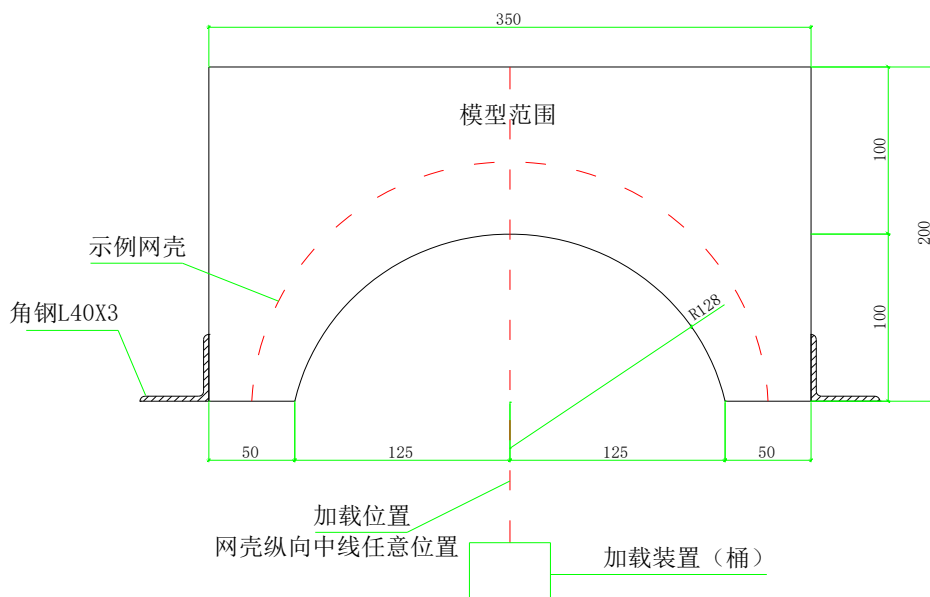

图 1 结构立面示意图（尺寸单位:mm）
2. 用所发的木杆和 AB 胶设计、制作一个轮廓在图 1 所示黑色实线表示的模型范围内的单层网格状承重结构，净跨度(即模型横向) $250\text{mm} \leq L \leq 350\text{mm}$ ；模型任何一端的支座范围不得超过 50mm，并搁置于组委会提供的加载台上，该加载台放置固定的角钢，可提供竖向支承和跨向水平支承；